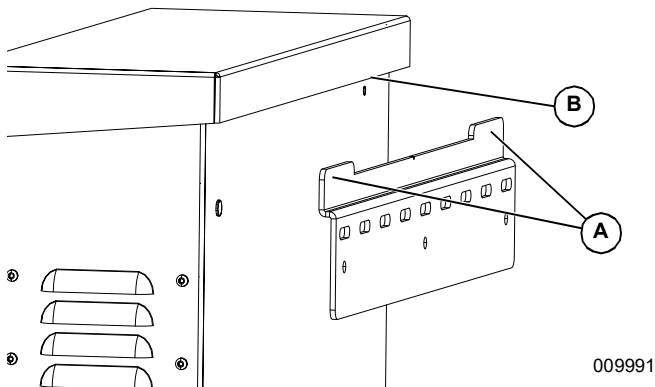

Figura 4-3. Montaje del inversor en el soporte
3. Consulte la **Figura 4-3**. Inserte las lengüetas del soporte de montaje (A) en la ranura del cuerpo del inversor (B).
NOTA: La **Figura 4-3** tiene solo fines ilustrativos.